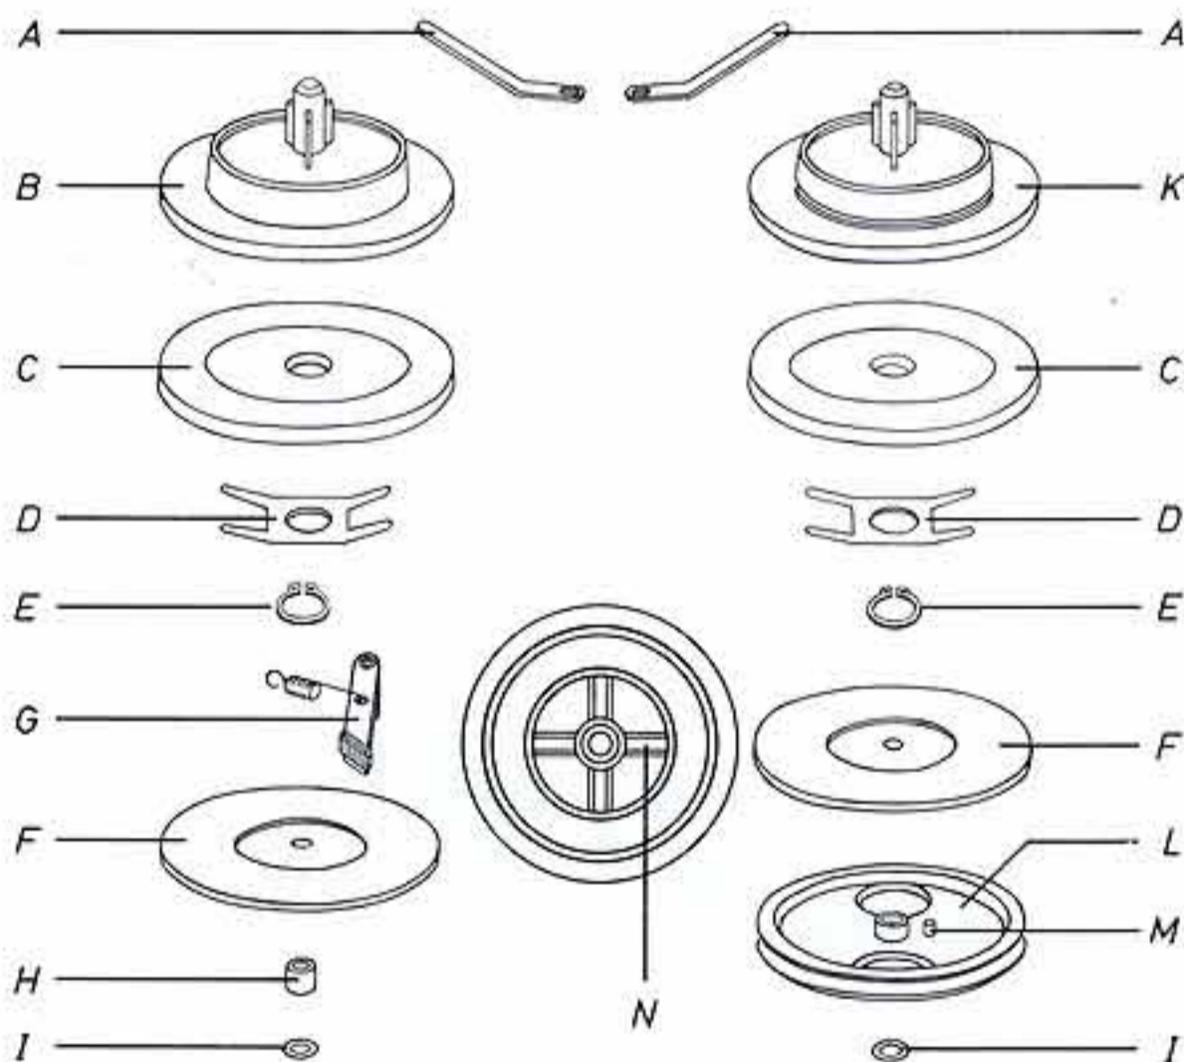

Abb. 3
1.2 Kupplung (siehe Abb. 3)
1.22 Einstellung der Kupplungen (siehe Abb. 3)
1.23 Höheneinstellung der Kupplungen (siehe Abb. 3)